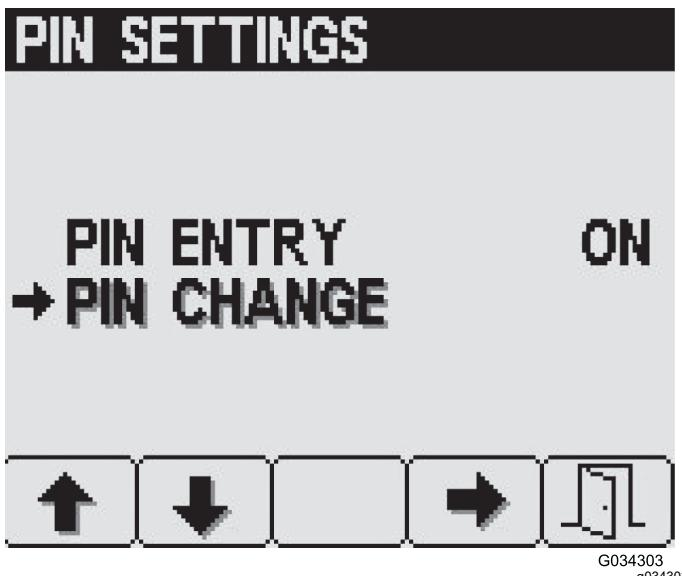

図 26
- ボタン 1 と 2 で PIN 変更オプション間の移動 図 26。
- ボタン 4 で PIN 変更の入力 図 26。